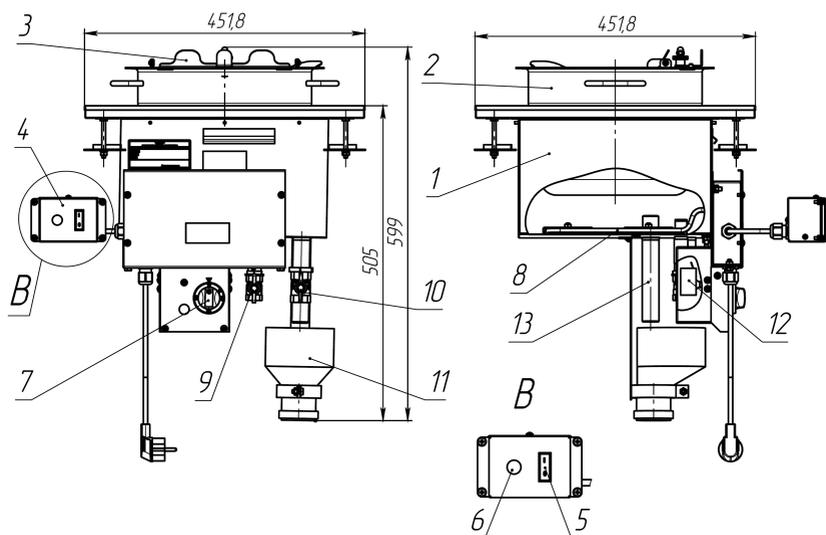
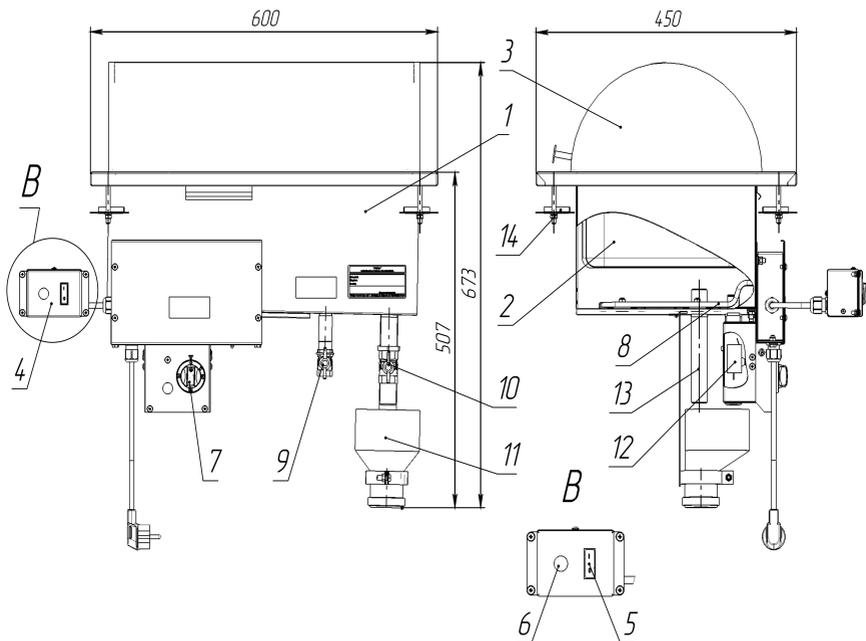

Рис.1
Рис.2
1.3.1.1 Общий вид чафиндиша 1-х блюд ЧД1-10-02 показан на рис.1. Общий вид чафиндиша 2-х блюд ЧД2-1.1-150-02 показан на рис.2.
1 - Ванна; 2 —Кастрюля, см. рис.1; 2 - Гастроёмкость GN1/1 глубиной не более 150 мм, см. рис.2; 3 - Крышка, 4 — Пульт управления; 5 — Выключатель; 6 - Лампа (зеленая); 7 — Ручка терморегулятора; 8 — ТЭН; 9 - Кран G1/2; 10 - Кран G3/4; 11 — Переходник канализационный; 12 — Термоограничитель; 13 — Перелив.
1.3.2.1 Устройство изделий показано на рис.1, рис.2. В ванну для чафиндиша 1-х блюд, см. рис.1, устанавливается кастрюля поз.2 с крышкой поз.3. В ванну для чафиндиша 2-х блюд, см. рис.2, устанавливается стандартная гастроёмкость GN 1/1 поз.2, глубиной не более 150 мм, с крышкой поз.3. Нагрев продуктов в кастрюле и гастроёмкости осуществляется с помощью горячего пара, поэтому пригорание продуктов исключено. Нагрев воды в ванне осуществляется с помощью ТЭНа поз.8 мощностью 0,63 кВт. С помощью ручки терморегулятора